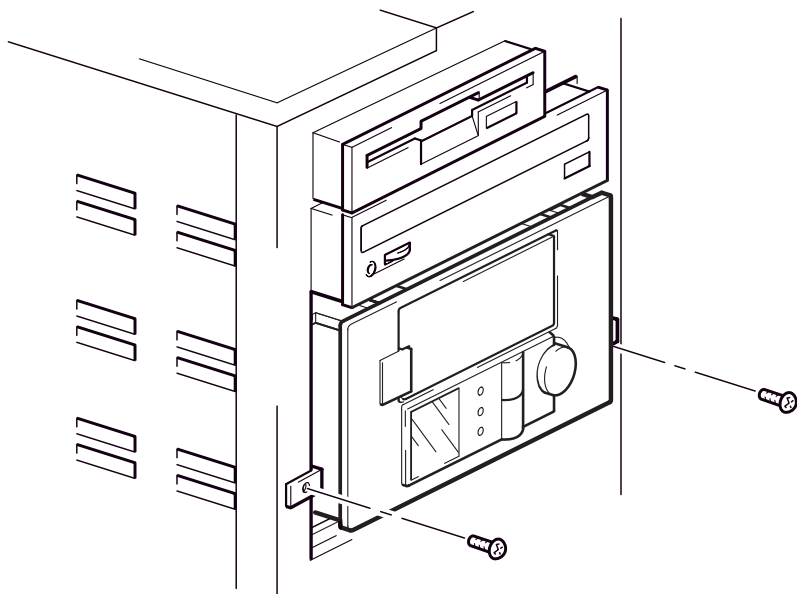

Figure 10a : fixation du chargeur automatique sur le support de montage
- 1 Mettez le chargeur automatique en place. Utilisez les vis que vous avez retirées à l'Etape 4 : préparation de la baie de montage à la page 17 pour fixer le chargeur automatique, comme le montre la figure 10a.